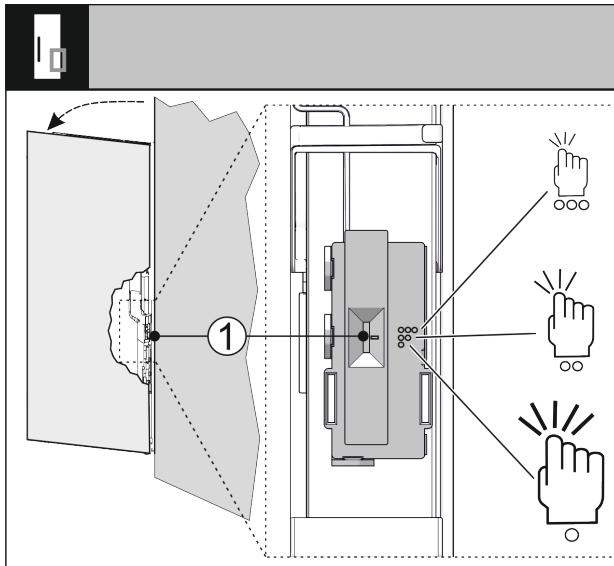

Fig. 71
您可以通过开关 Fig. 71 (1) 设置敲门传感器的灵敏度。该开关位于铰链侧门的下三分之一处。
► 将开关 Fig. 71 (1) 移到所需位置。